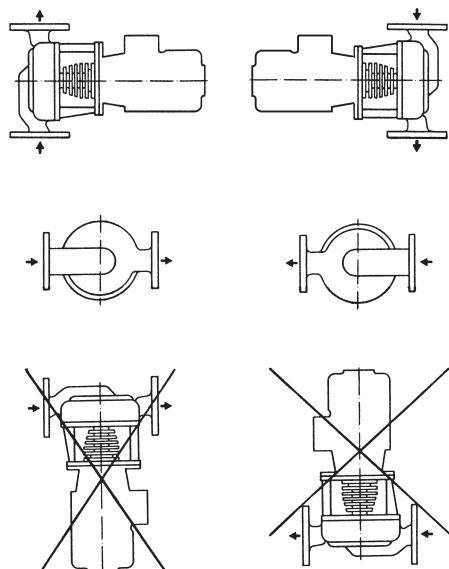

Fig. 7: Posizioni di montaggio consentite
- Sono consentite tutte le posizioni di montaggio tranne "Motore verso il basso" (vedi posizioni di montaggio fig. 7).